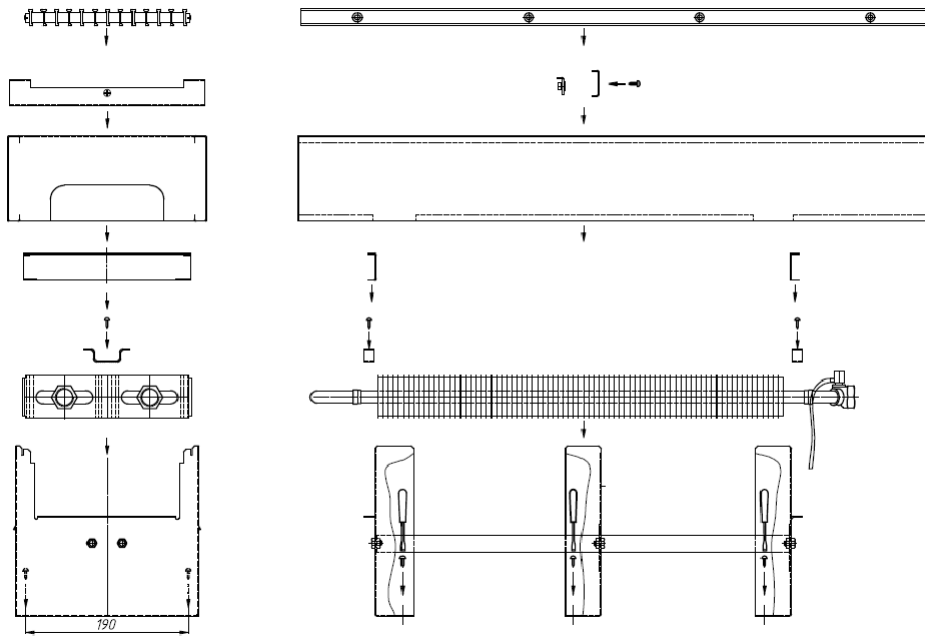

Рис.7
- 5.4. Выполнить отверстия, установить дюбели. В напольном варианте закрепить опоры шурупами (рис. 7). В настенном исполнении ввинтить верхние шурупы, навесить кронштейны со стяжкой на шурупы, затем установить нижние шурупы, закрепить, подтянуть верхние (рис. 8а).
- 5.5. Установить, в настенном варианте, опоры на кронштейны зафиксировав болтами (также можно установить на кронштейны конвектор в сборе, если низкий подоконник, потом преподнять кожух для соединения штуцеров с трубопроводом). Установить тепловой элемент на опоры. Зафиксировать скобами. Выполнить соединение штуцеров конвектора с подводящим и отводящим трубопроводами. Чтобы исключить сворачивание медных труб конвектора при соединении необходимо ключом удерживать шестигранные штуцеры нагревательного элемента (рис.7, 8б).
- 5.7. Установить на крайние опоры вставки, для поддержки декоративной решётки. Навесить кожух обратно на опоры, не фиксируя в опорах (рис.7, 8в).